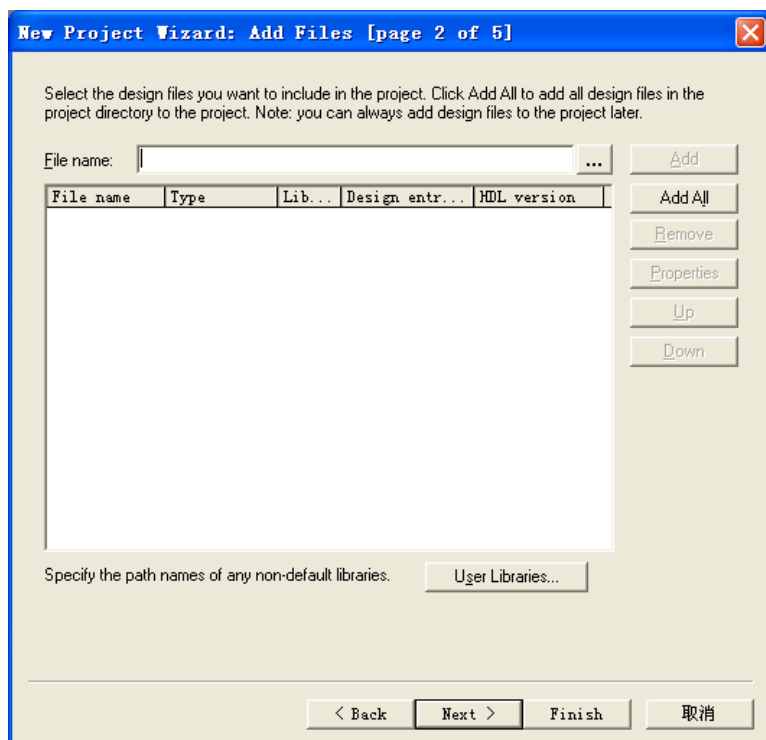

图 3-5 添加设计文件
4. 添加设计文件。界面如图 3-5 所示。如果用户之前已经有设计文件（比如.v 文件）。